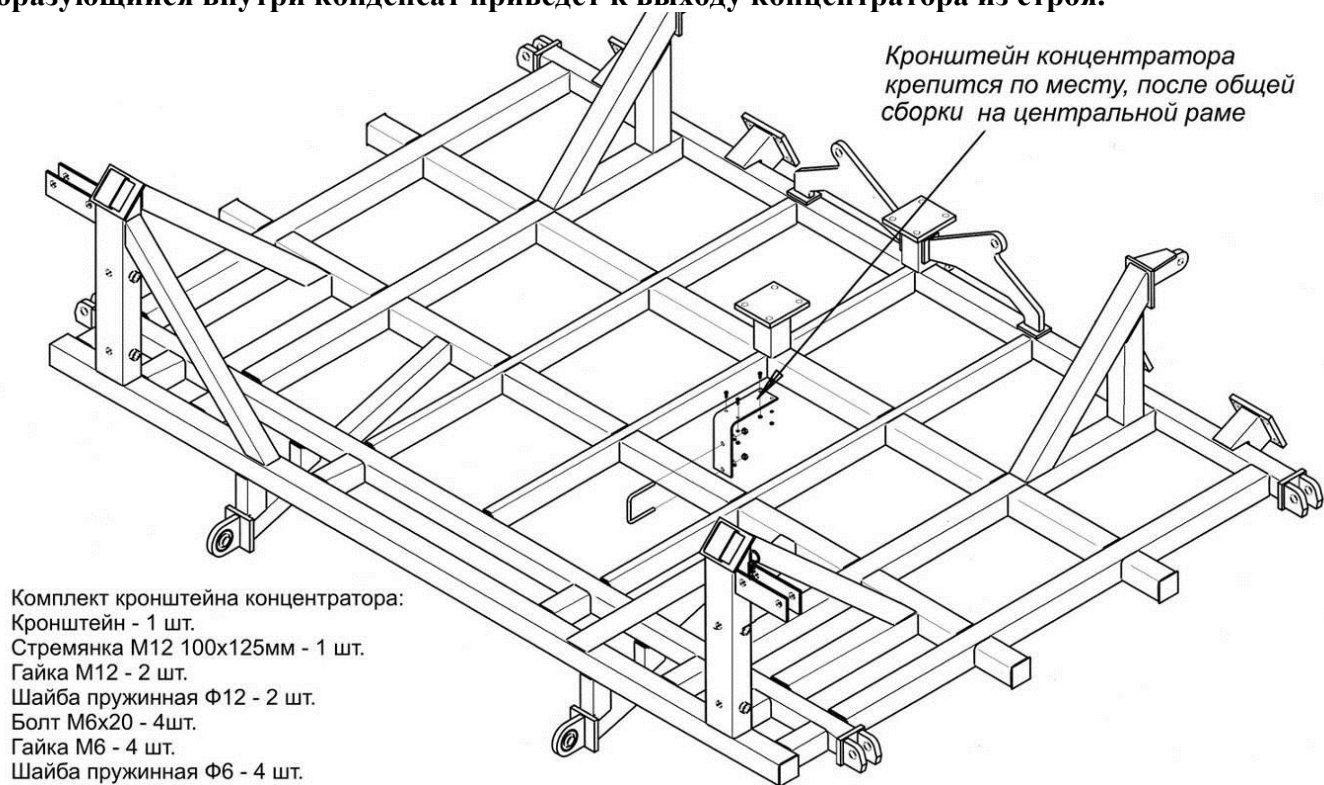

Рис.5.4.1. Крепление кронштейна концентратора.
**5.4.2.** Кронштейн концентратора устанавливается по месту примерно в центре главной рамы после общей сборки ПК (рис. 5.4.1).